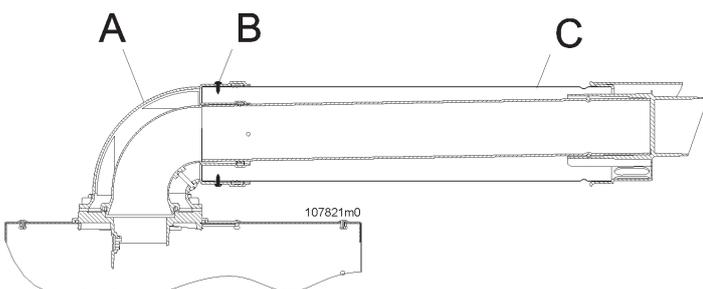

Figura 5-31 - Colocación del conducto coaxial
**¡¡¡ATENCIÓN!!!** Siga escrupulosamente las etapas de instalación del conducto coaxial tal como se muestra en la Figura 5-31. En especial: